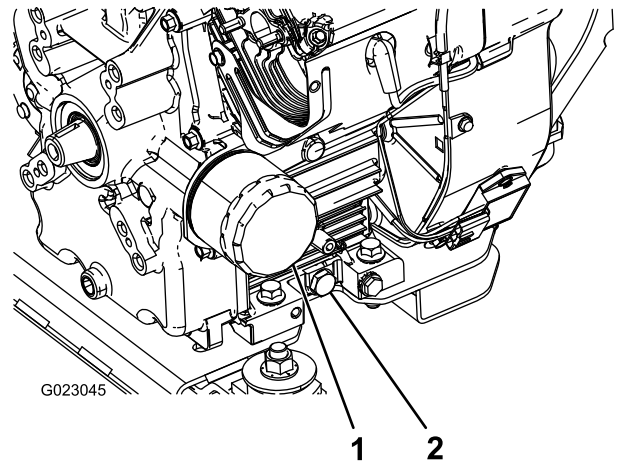

Bild 41
5. Nehmen Sie die Ablassschraube ab (Bild 41).
8. Gießen Sie ungefähr 80 % der angegebenen Ölmenge langsam in den Öleinfüllstutzen (Bild 41).